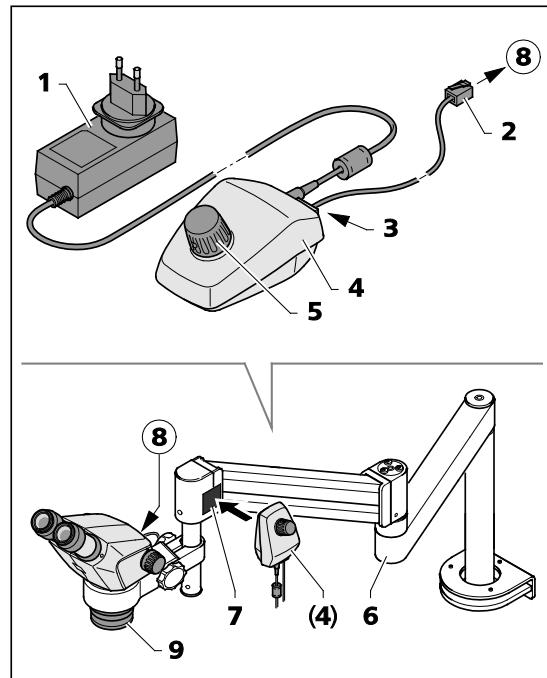

Fig. 24 Controller K LED
El Controller K (Fig. 24/4) sirve para el mando del iluminador vertical del cuerpo Stemi 305 resp. del iluminador anular al trabajar con los estativos de brazo A o U u otros estativos más.
- Enroscar el sistema óptico frontal 0,5x/185 mm (Fig. 24/9) al cuerpo de microscopio.
- Al usar el iluminador anular adaptar el mismo mediante el adaptador incluido en el suministro (diámetro interior 58 mm, diámetro exterior 66 mm) al sistema óptico frontal (Fig. 24/9).
- Fijar la placa magnética (Fig. 24/7) con el lado adhesivo al estativo de brazo móvil.
- Enchufar el cable de conexión incluido en el suministro (longitud 1 m) (Fig. 24/2) en la hembrilla (Fig. 24/8) del cuerpo de microscopio resp. el iluminador anular y en la hembrilla (Fig. 24/3) situada al lado posterior del Controller K (Fig. 24/4).
- Adaptar el Controller K (Fig. 24/4) a la placa magnética (Fig. 24/7).
- Conectar el Controller K mediante la unidad alimentadora (Fig. 24/1) a la red.
- Ajustar el estativo de brazo móvil (Fig. 24/6) de tal forma para obtener una posición de trabajo ergonómica.
- Al pulsar el botón giratorio (Fig. 24/5) en el Controller K, conectar el iluminador vertical (resp. el iluminador anular) y girando el botón, regular la intensidad de la luz.